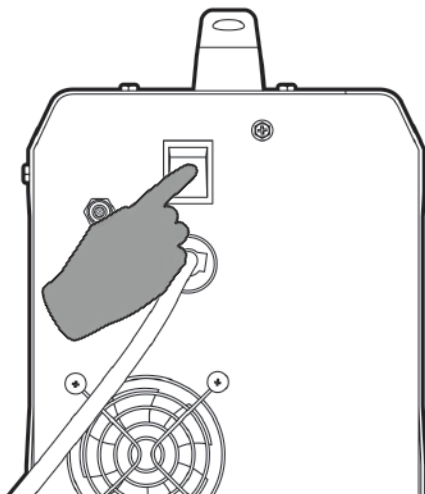

Рис. 11.4. Включите аппарат.
**3.** Включите сварочный аппарат (см. рис. 11.4).